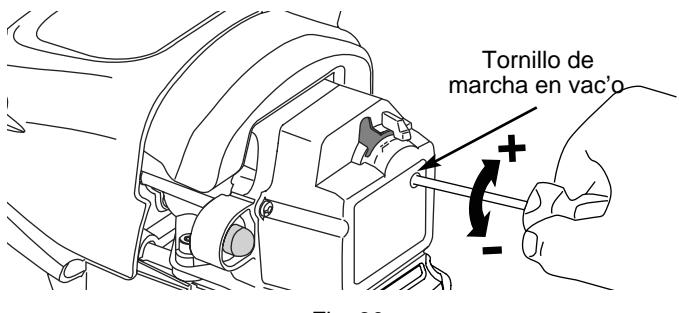

Fig. 30
La velocidad lenta del motor puede ser ajustada por la cubierta del silenciador / filtro de aire (Fig. 30).
2. Suelte el gatillo del regulador y deje que el motor funcione en marcha lenta. Si el motor se para, inserte un pequeño destornillador Phillips o de vástago plano en el orificio de la cubierta del silenciador / filtro de aire (Fig. 30). Gire el tornillo de marcha lenta en sentido horario, de a 1/8 de vuelta por vez (según sea necesario) hasta que el motor funciona en mánima.